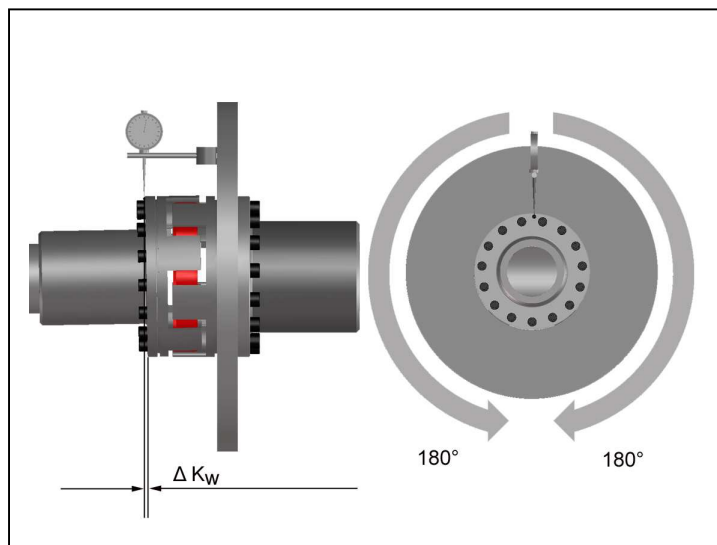

Bild 9
- Vermessen Sie eine ganze Umdrehung (360°) am äußeren Durchmesser. Ermitteln Sie dabei die größte Abweichung K_{w1} sowie die kleinste Abweichung K_{w2} (Bild 9). Berechnen Sie die Winkelverlagerung $\Delta K_w = K_{w1} - K_{w2}$.